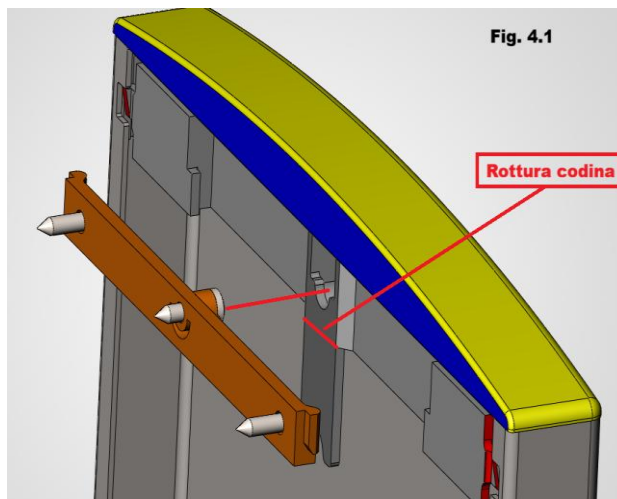

Fig. 4.1 — Riaggancio sulla staffa superio
2. Riagganciare la pulsantiera alla staffa superiore tramite l'apposita sede sulla testata superiore (Fig. 4.1).